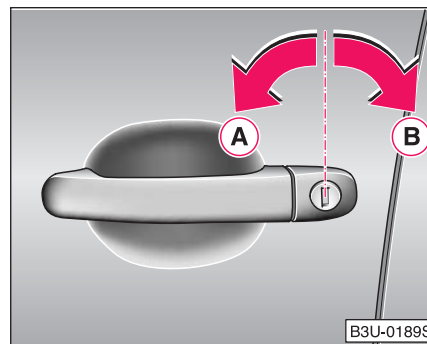

Fig. 22 Rotirea cheii pentru a descuia și încuia ușa
- Rotiți cheia în yala ușii conducătorului auto spre stânga, în poziția de deschidere (A) ⇒ Fig. 22.
- Rotiți cheia în yala ușii conducătorului auto spre dreapta, în poziția de închidere (B) ⇒ Pagina 41, Fig. 22.